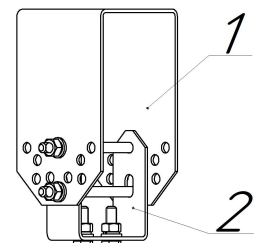

Рисунок 4
- разъединить скобу п.1 от скобы п.2 см. рисунок 4;